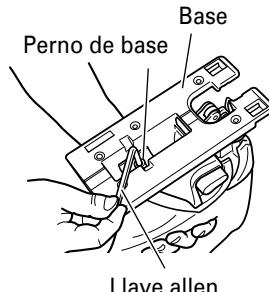

Fig. 16
- (1) Afloje el perno de base con la llave allen provista en la base. (Fig. 16)
- (1) Afloje el perno de base con la llave allen provista en la base y mueva la base completamente hacia adelante. (Fig. 16, 17)
- (3) Apriete de nuevo el perno M5. (Fig. 16)
- (4) Ajuste la posición orbital a "0".
- (1) Retire la llave allen de la base.
- (2) Mueva la base completamente hacia adelante. (Fig. 16, 17)
- (3) Fije la cubierta de virutas.